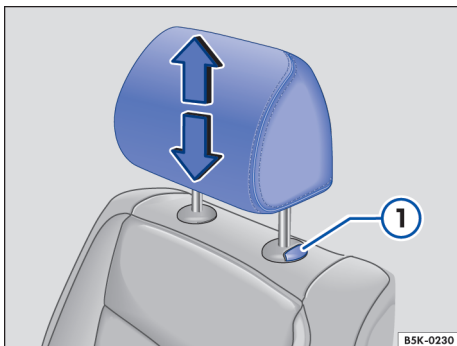
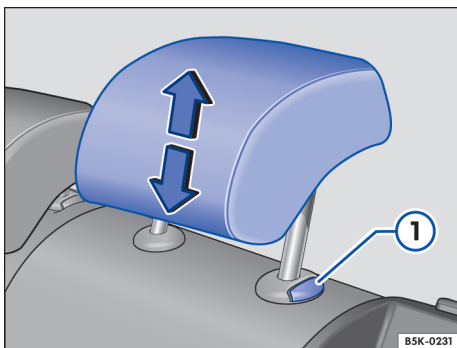

图 57 调整前排座椅头枕
图 58 调整后排座椅头枕
- 沿箭头方向上推或向下压头枕，必要时按住按钮 → 图 57 ① 或 → 图 58 ① → ▲，在主题引言中，见第 56 页。